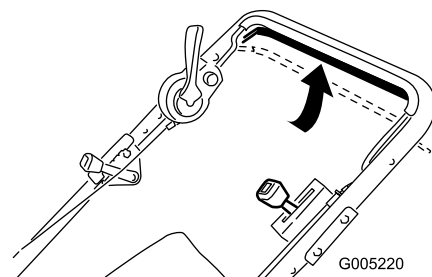

Bild 15
3. Drücken Sie den Fahrantriebshebel gegen den Griff (Bild 15).